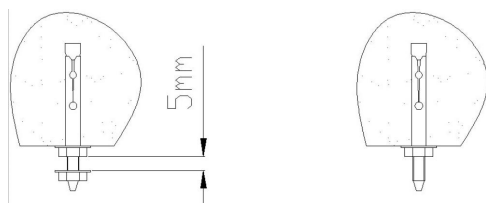

图 6
4、根据记好的孔位置，用冲击钻打出 4 个 $\phi 10 \times 80$ 的孔，将膨胀螺丝打入天花板，并用扳手拧紧螺丝。然后，将下端的螺母松出使垫片与上螺母的距离为 5mm 左右。并将另侧 2 个膨胀螺丝螺母及垫片都取下（如图 6 所示）。